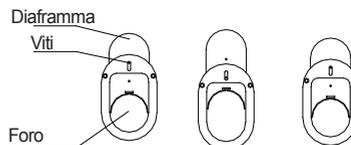

Fig. 14
• Installare dopo l'installazione del tubo di collegamento e di drenaggio secondo la Fig. 14.